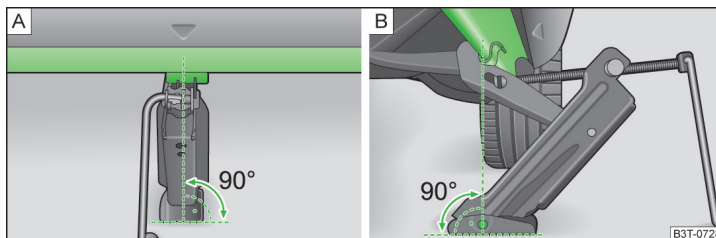

Fig. 150 Utilizzo del martinetto
I punti di applicazione si trovano sulla barra di metallo del longherone inferiore sul lato inferiore del veicolo. Le loro posizioni sono impresse tramite marcature nella superficie laterale del longherone inferiore » fig. 150.
- Assicurarsi che la piastra del martinetto poggi su una base dritta con tutta la sua superficie e accertarsi che si trovi in posizione perpendicolare al punto di applicazione » fig. 150 - A.
- Posizionare il martinetto sotto il punto di applicazione e agendo sulla manovella alzarlo fino a che la staffa d'innesto non cinge la cresta » fig. 150 - B.